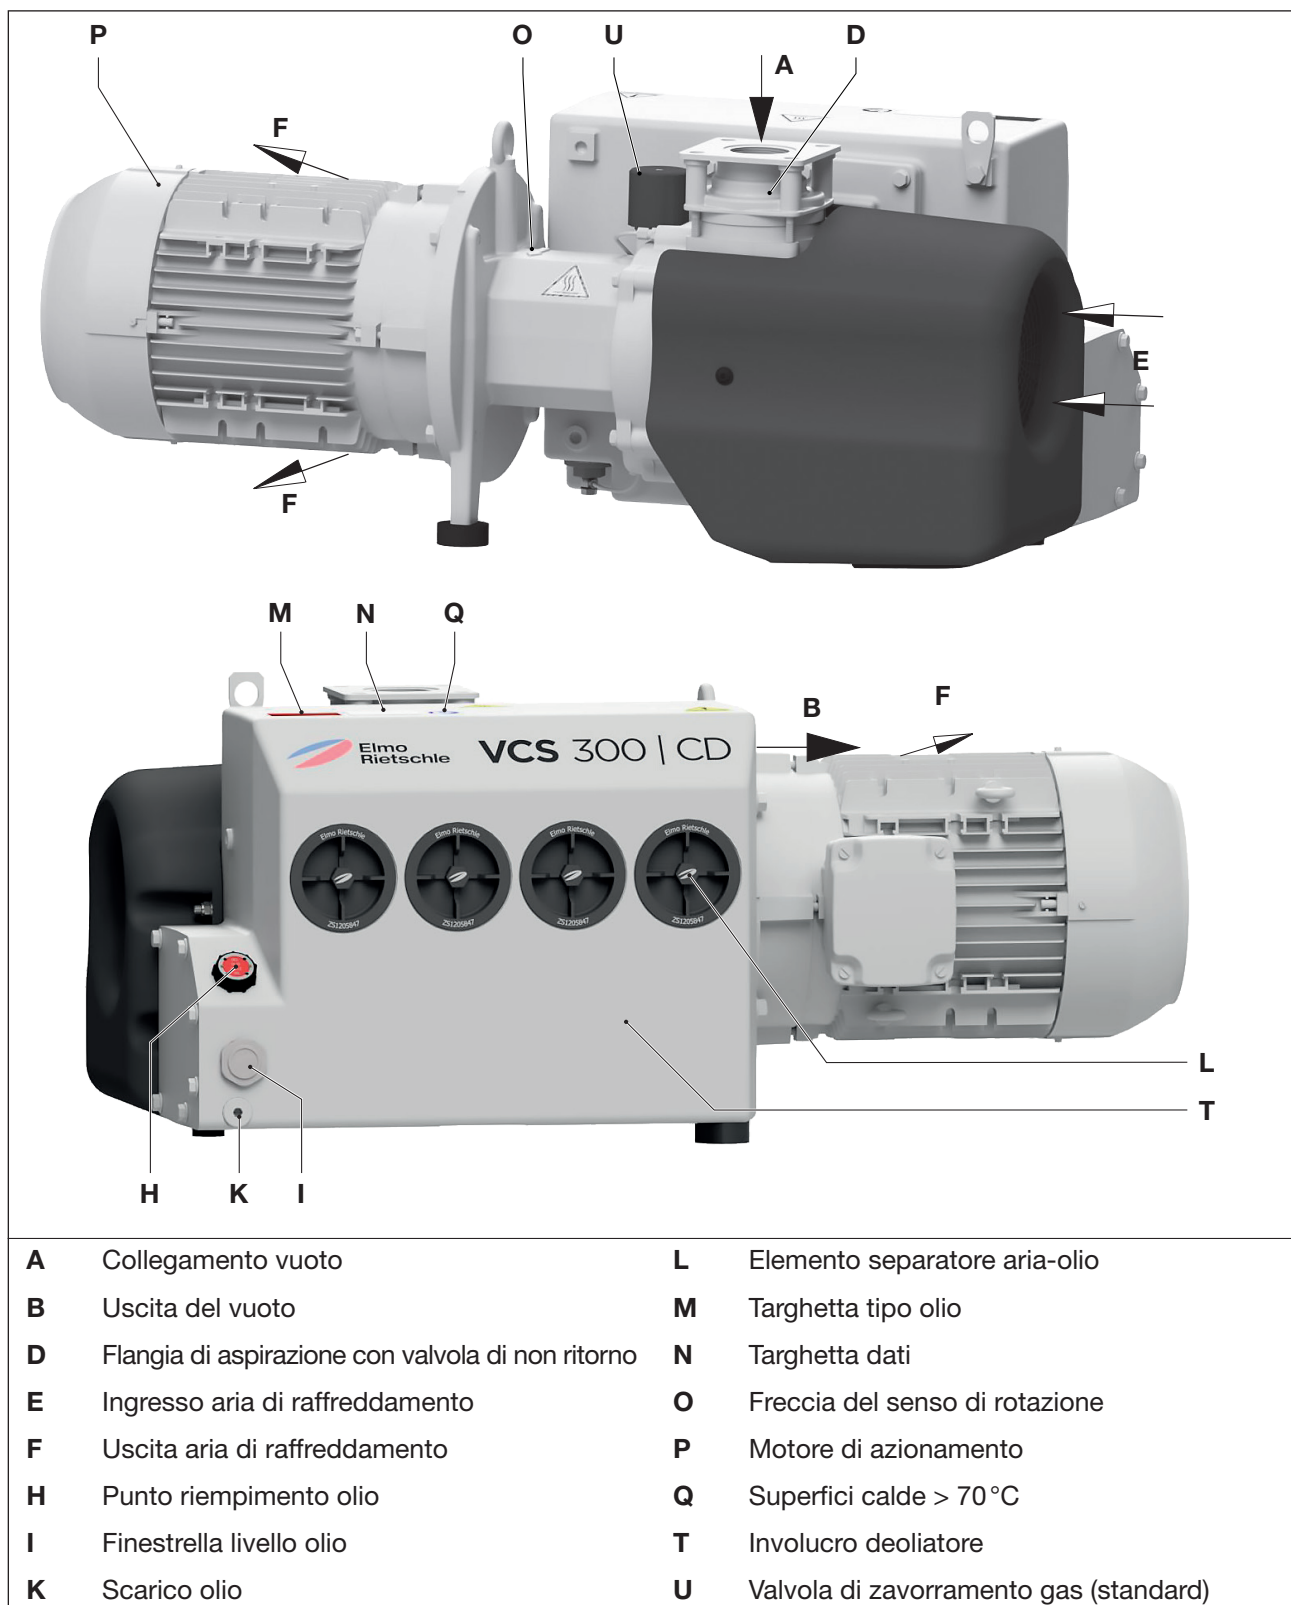

Fig. 2 Pompa per vuoto V-VCS 200 / 300
Una valvola zavorra gas standard (Fig. 2/U) impedisce la condensazione di piccole quantità di vapore acqueo all'interno della pompa quando la pompa è a temperatura di esercizio. La compatibilità con il vapore acqueo può variare a seconda del design della pompa (vedi info I 200).
- La flangia di aspirazione (Fig. 2/D), il punto di riempimento dell'olio (Fig. 2/H), la finestrella livello olio (Fig. 2/I), lo scarico dell'olio (Fig. 2/K), la zavorra gas (Fig. 2/U) e l'involucro deoliatore (Fig. 2/T) devono essere facilmente accessibili.
L'attacco per il vuoto (Fig. 2/A) si trova sulla flangia di aspirazione (Fig. 2/D).
- Rimuovere i tappi ciechi sull'attacco di aspirazione (Fig. 2/A) e sull'uscita dell'aria di scarico (Fig. 2/B).
- Collegare la tubatura sul collegamento vuoto (Fig. 2/A).
- L'aria aspirata può essere soffiata tramite lo scarico di uscita aria (Fig. 2/B) o trasportata fuori tramite flessibile o tubazione.